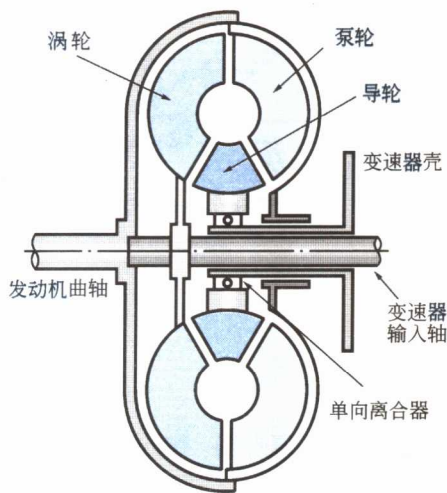

图 1-11 综合式液力变矩器
(1)构造——由泵轮(泵)(Pump)、涡轮(透平或涡轮)(Turbine)、导轮(不动叶轮)(Stator)、自动变速器油所组成, 其安装于行星齿轮输入轴上, 与曲轴尾端传动板用螺栓结合, 如图 1-11 所示。泵轮相当于手动档车的离合器压板, 涡轮相当于手动档车的离合器片。
①增大发动机转矩(起步时)。
②充当液力耦合器传递动力(转速增加时)。
③驱动变速器内的油泵。
④相当于飞轮, 可使发动机运转平稳, 并且可吸收发动机与传动机件的振动。